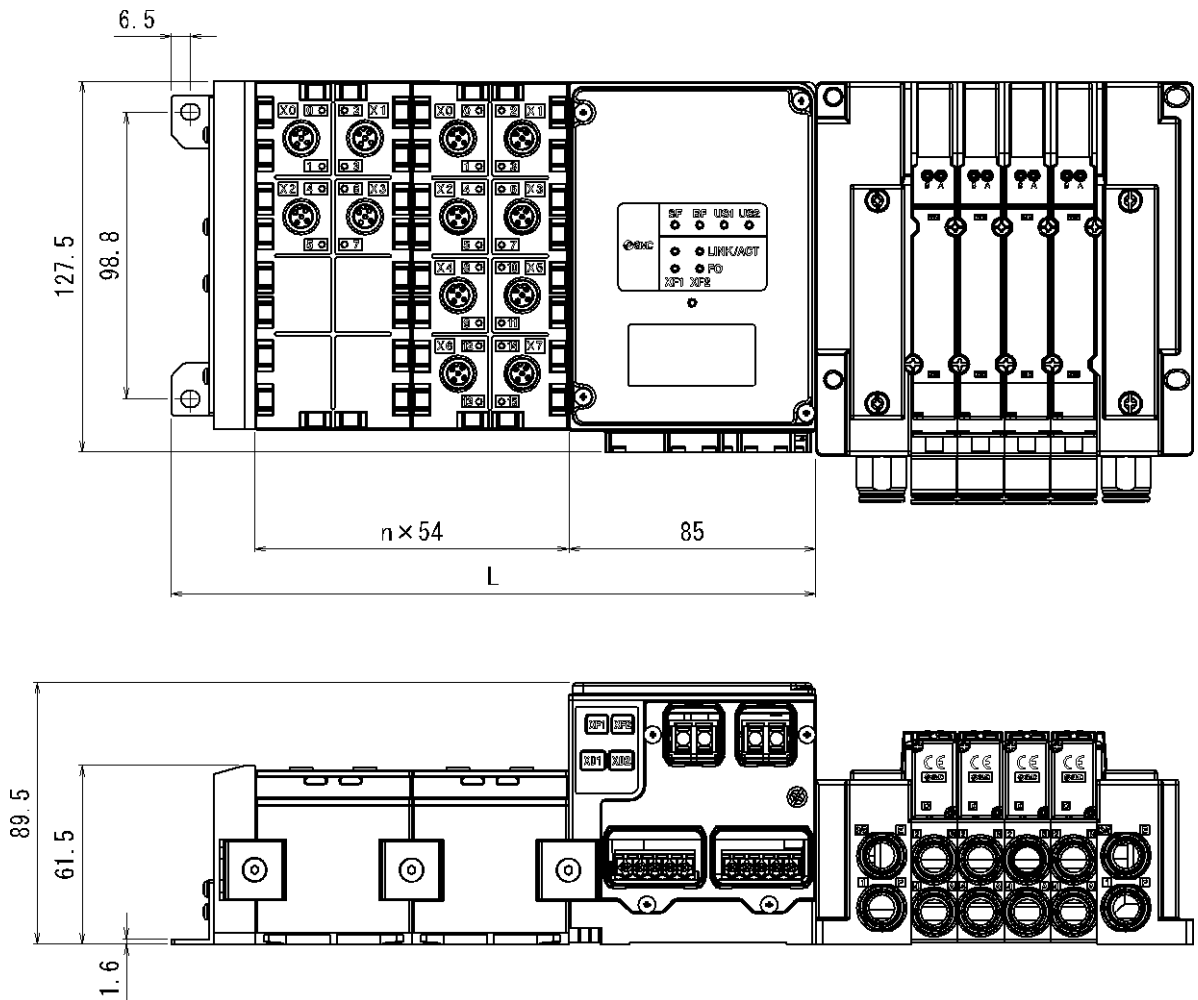

图. 11-1 输入输出模块集装尺寸
- 图. 11-1 为使用端版 EX245-EA2-1 时的图。